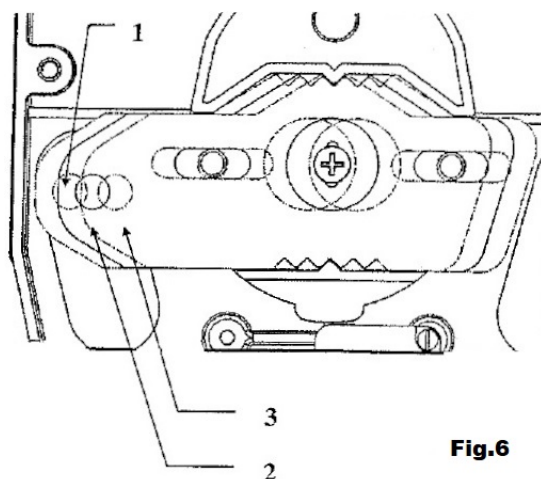

Fig.6
2. Fissare la staffa dell'invertitore come indicato in **Fig.6**, secondo la corsa necessaria: